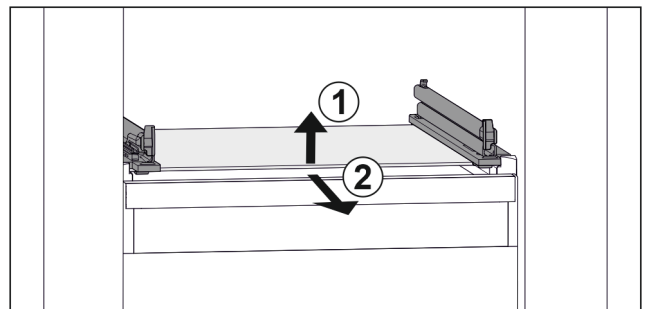

Fig. 88 Simbolična slika steklene plošče
- ▶ Stekleno ploščo dvignite v smeri naprej. Fig. 88 (1)
- ▶ Stekleno ploščo odstranite v smeri naprej. Fig. 88 (2)